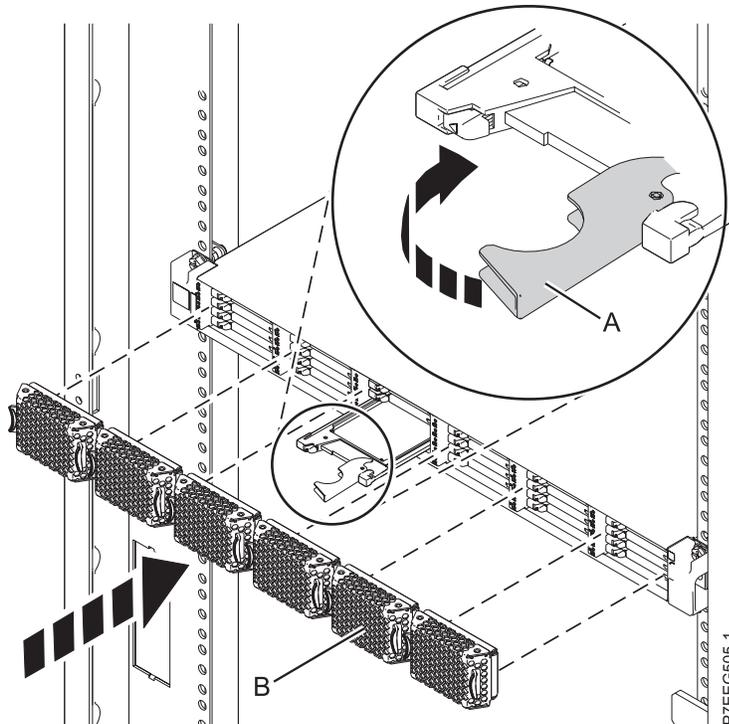

Figura 15. Instalación de una unidad de estado sólido en Alojamiento de almacenamiento PCIe de EDR1
1. Con el asa en la posición de desbloqueo, alinee la unidad de estado sólido con los rieles de guía del alojamiento. Consulte Figura 15 en la página 27.